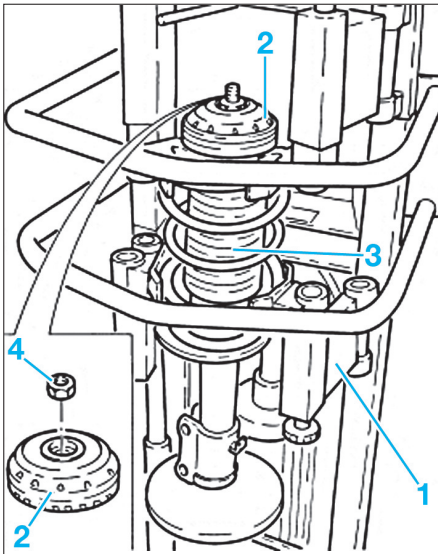
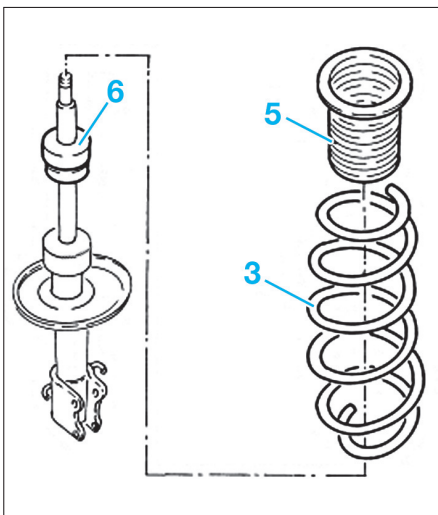

FIG. 5
FIG. 6
- Compresseur de ressort universel (Fig.5).
- À l'aide d'un compresseur adapté (1) fixé dans un étau, comprimer le ressort (3) de suspension jusqu'à soulager la pression qu'il exerce sur la coupelle supérieure (2) de fixation du ressort (Fig.5).
- Dévisser l'écrou (4) de la tige d'amortisseur et déposer la coupelle supérieure (2).
- Déposer ensuite le soufflet (5) de protection, le ressort (3) et la butée (6) (Fig.6).